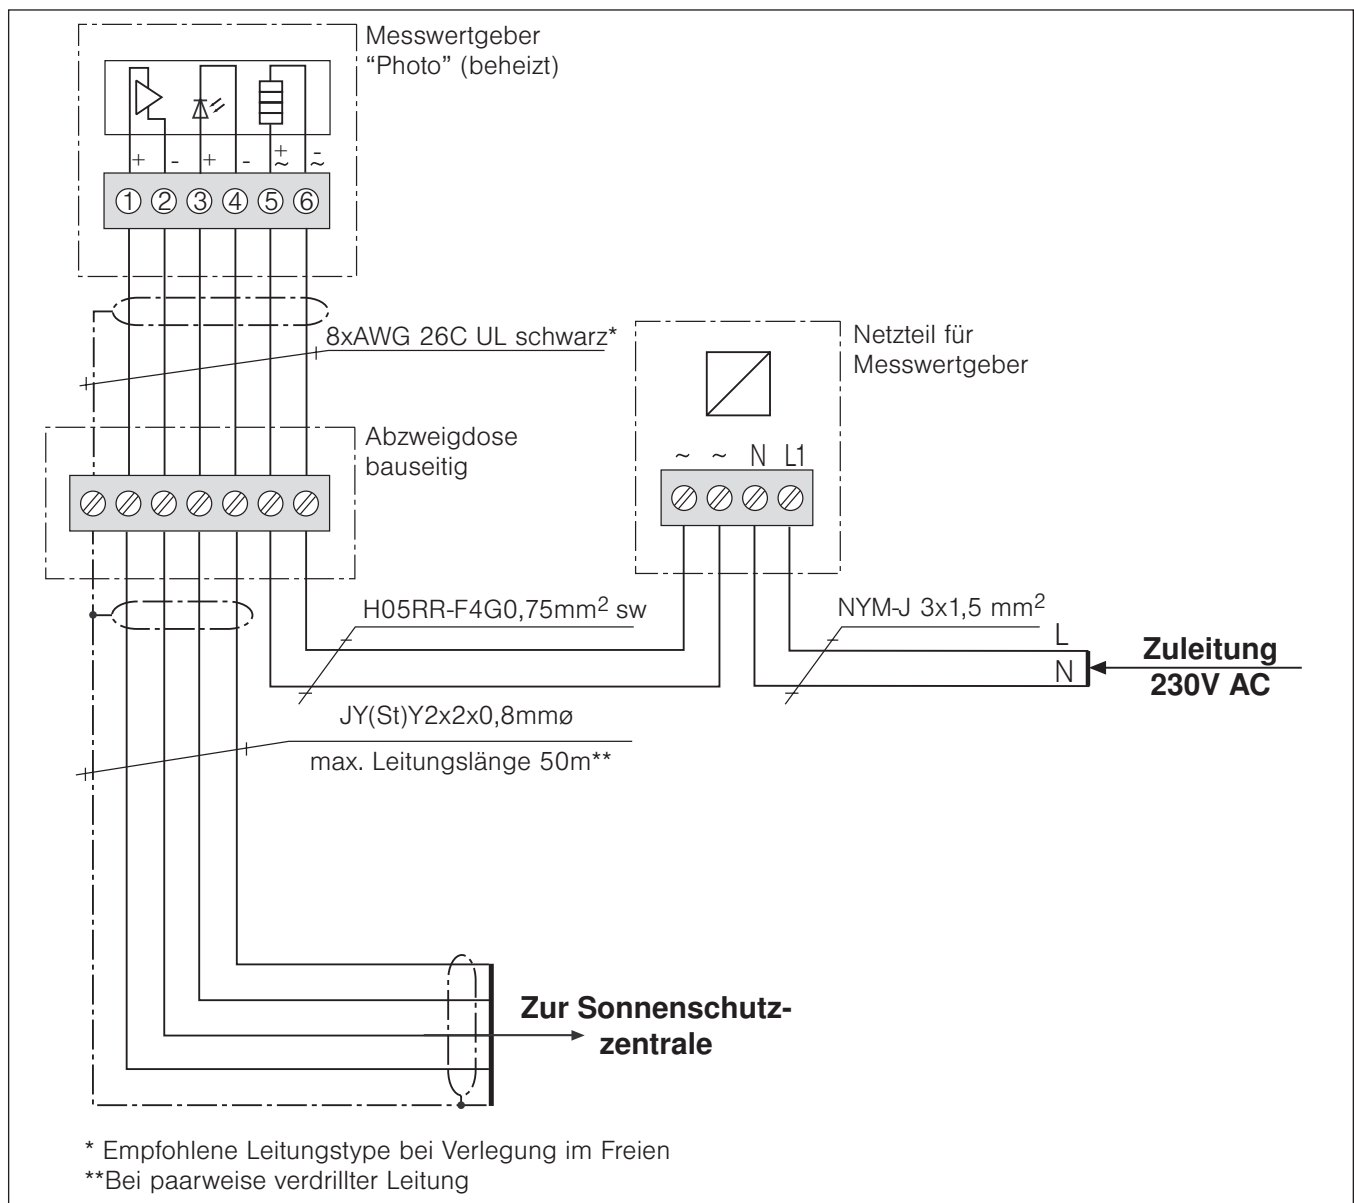

Abb. 3 Anschlussplan
- Der elektrische Anschluss erfolgt nach Abb. 3.